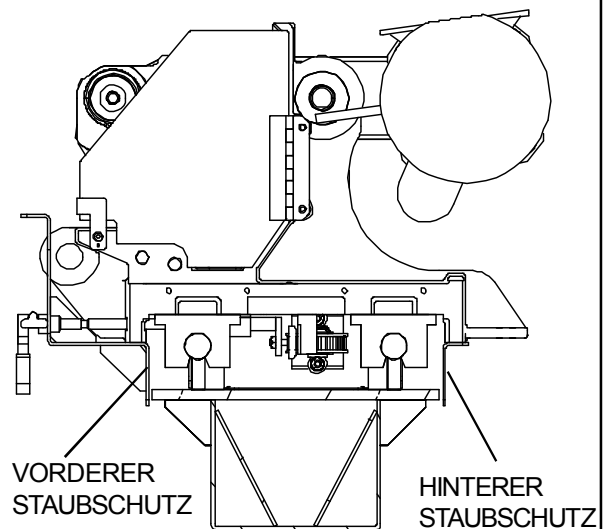

ABB. 15
SCHRITT 1 – Lösen Sie die Haltebügel der Faltenbälge vom Schlitten. Nehmen Sie die vordere und hintere Abdeckung ab. Siehe ABB. 15.
SCHRITT 6 – Befestigen Sie die Haltebügel der Faltenbälge wieder am Schlitten. Setzen Sie die vordere und hintere Abdeckung wieder auf. Siehe ABB. 15.